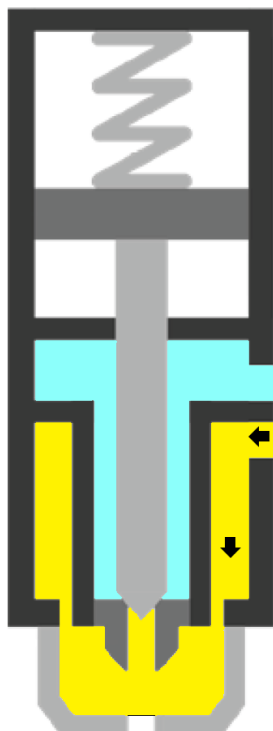

Figura 03 – Fase a riposo
- Il fluido è pronto ad uscire nella sua apposita camera, con l'aria di nebulizzazione nell'altra camera (Figura 03);
- Quando si vuole smettere di dosare, l'operatore rilascia la leva, facendo chiudere lo spillo (Figura 03).